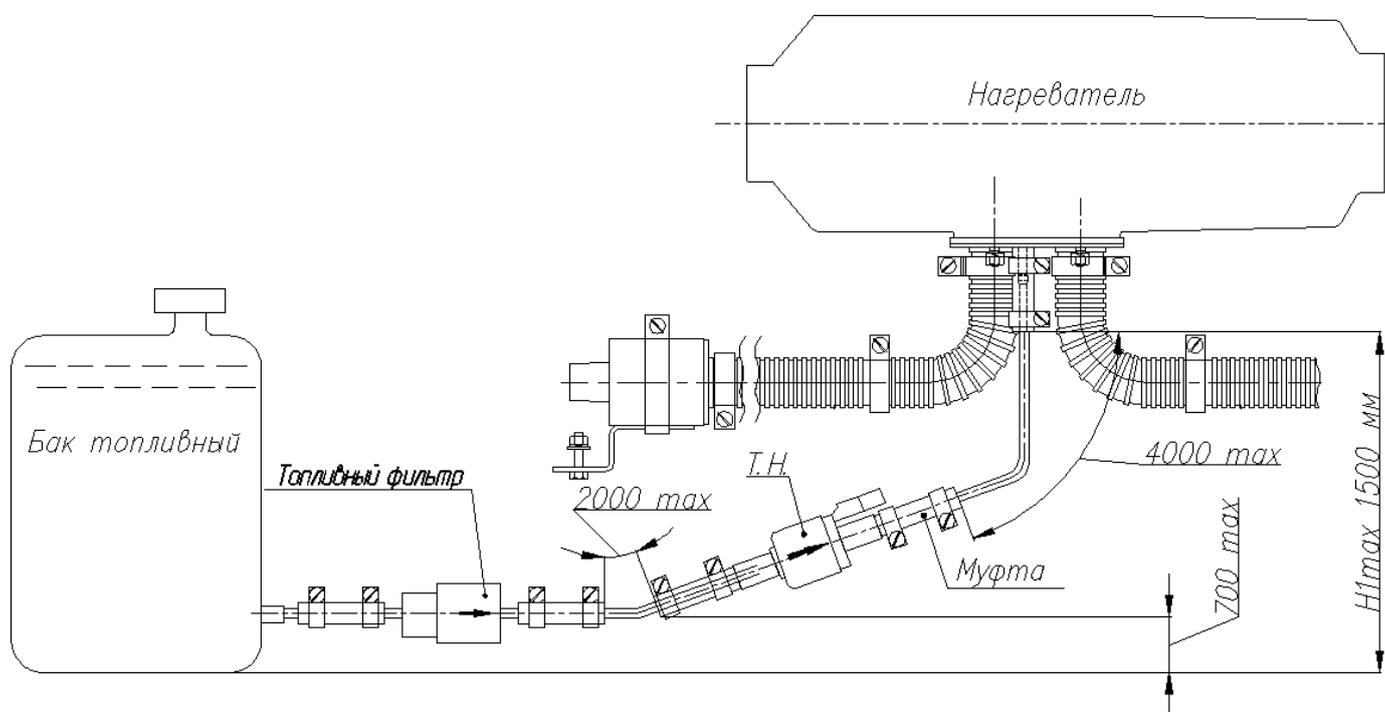
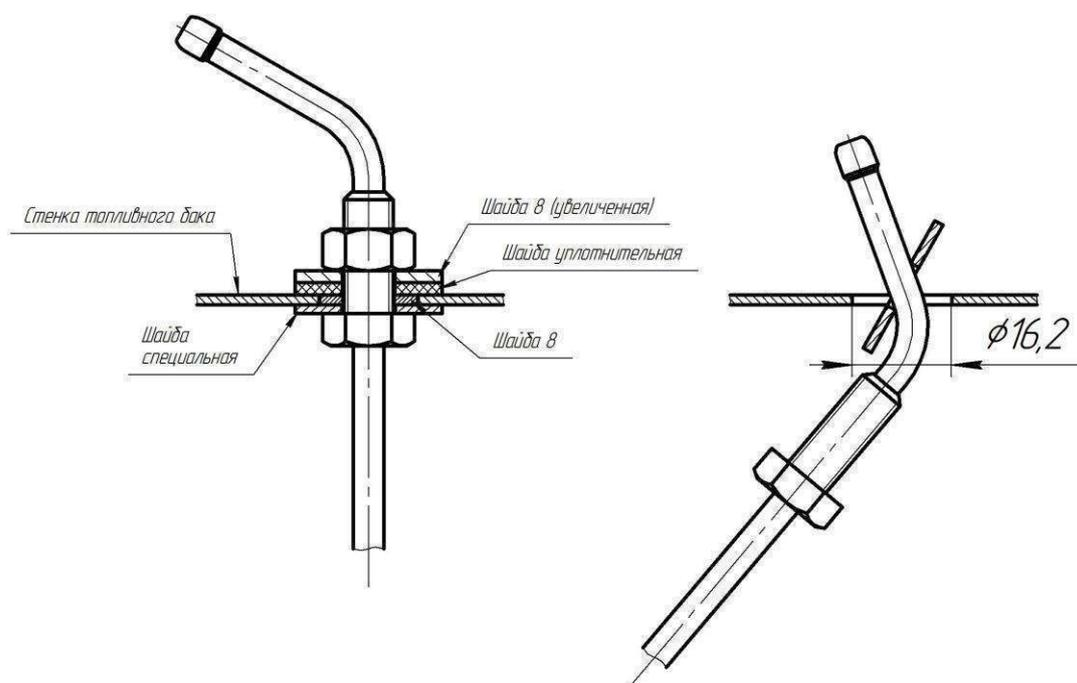
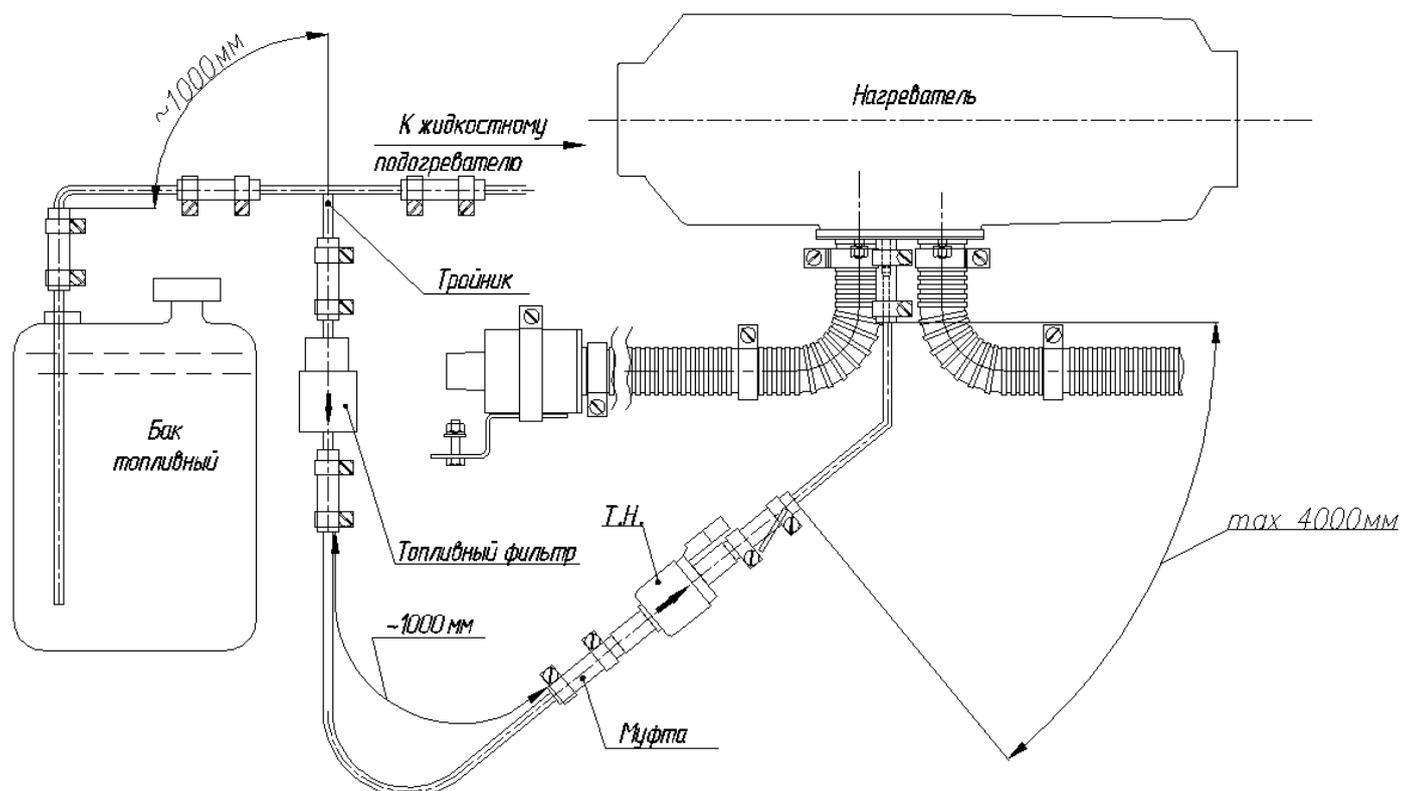

Рис.8 Схема монтажа топливной системы отопителя с индивидуальным топливным баком
Рис. 9 Схема монтажа топливозаборника
Рис.10 Схема монтажа топливной системы отопителя в топливную систему жидкостного подогревателя
- топливную трубку отопителя предпочтительней располагать выше максимального уровня топлива в топливном баке (см. рис. 8, рис. 10);
Схемы относительного расположения топливного бака, топливного насоса и нагревателя показаны на рис.8 и рис.10. Схема монтажа топливозаборника представлена на рис. 9.